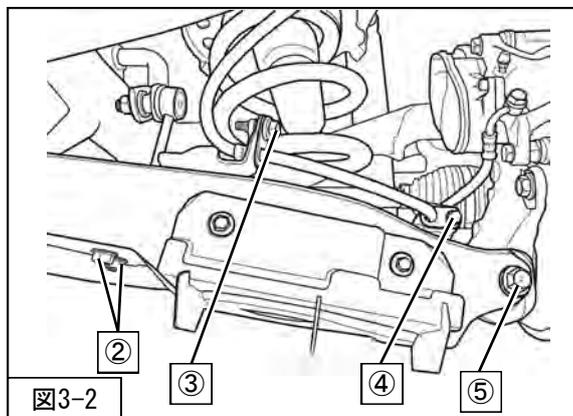

図3-2
4. ②スタビライザリンク取付ナット
③ブレーキホース取付ボルト
④ブレーキホース取付ボルト
⑤ロアアーム取付ボルト・ナットを取外してください。(図3-2)
5. ロアアームを支えているジャッキをゆっくり下げながら、スプリング・スプリングアッパーラバーシートを車両から取外してください。(図3-2)